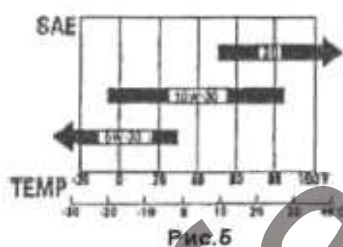

Рис.5
**Рекомендуемое масло:** SAE - 30 летнее, SAE - 10W- 30 всесезонное (Рис.5)
Поскольку вязкость меняется в зависимости от температуры региона, смазку следует выбирать в соответствии с нашими рекомендациями. См. рис.5.